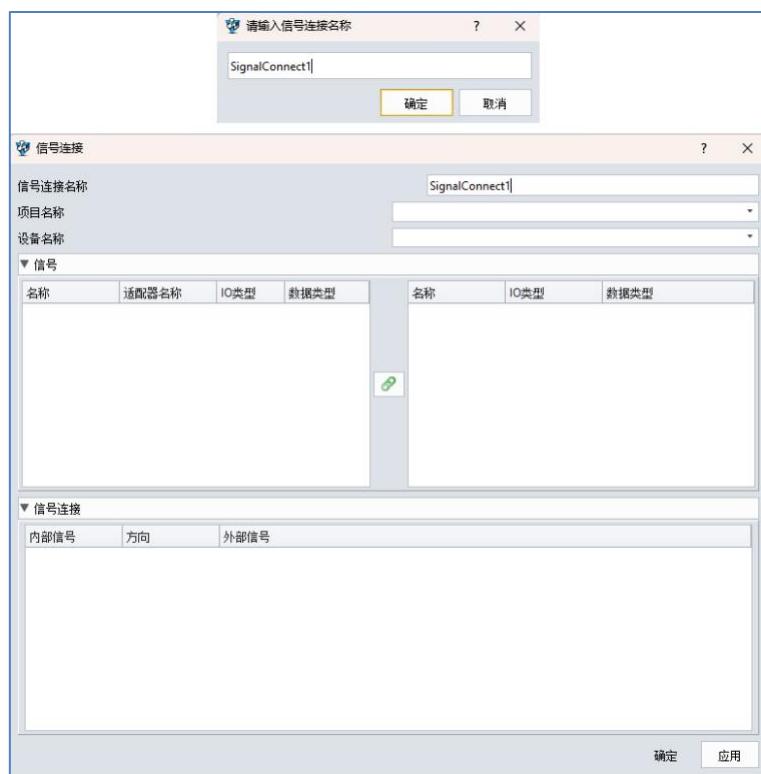

图 3-22:信号连接
**信号连接:** 将内部信号与外部信号连接, 并通过外部设备上的外部信号控制内部信号, 以查看机器人的仿真效果 (图 3-22)。